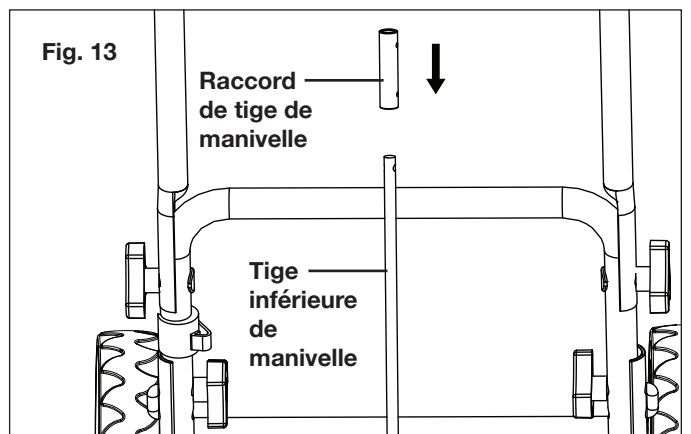

Fig. 13
4. Faites glisser le raccord de tige de manivelle sur la partie supérieure de la tige inférieure de manivelle (Fig. 13).